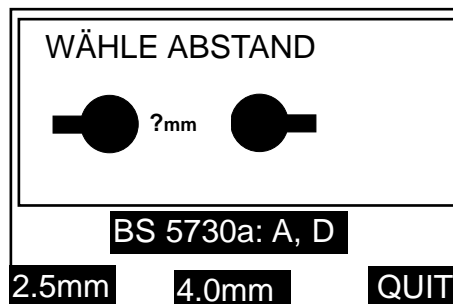

Abbildung 65: Anzeige für Wahl des Elektrodenabstands
4. Die Anzeige ändert sich nun entsprechend Abbildung 65. Drücken Sie zur Wahl des Elektrodenabstands von 2,5 mm bzw. 4,0 mm die linke oder die mittlere Taste. Durch Drücken von STOP kehren Sie zur vorherigen Unteranzeige zurück.